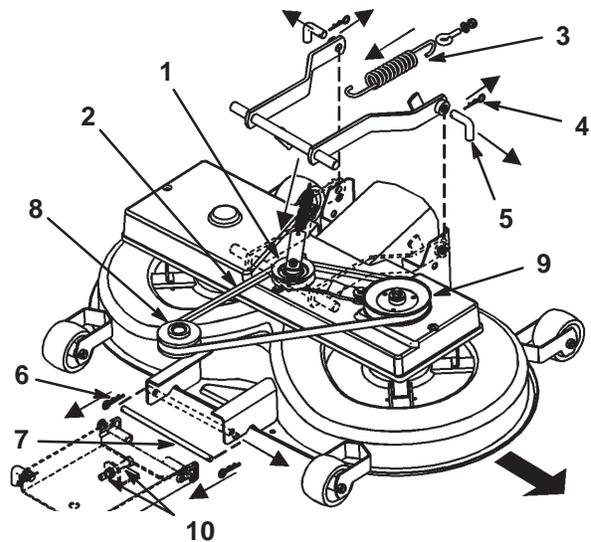

Bild 39
8. Ziehen Sie den Antriebsarm nach innen. Nehmen Sie den Keilriemen von der Scheibe ab (Bild 39).
9. Nehmen Sie die Feder vom Schalthebel ab (Bild 39).
11. Entfernen Sie die Splintclips von den zwei hinteren Stiften und nehmen Sie die Stifte ab (Bild 39).
12. Entfernen Sie den Splintclip vom vorderen Stift und nehmen Sie den Stift ab (Bild 39).
13. Entfernen Sie den Keilriemen von der Motorscheibe (Bild 39).
2. Entfernen Sie die Keilriemenscheibe und den Antriebsarm (Bild 39).
7. Drehen Sie den unteren Stift der Einstellung für die vordere Aufhängung in die untere Stellung der geschlitzten Löcher. Stellen Sie hierfür die 2 Mutter (M12) an der vorderen Aufhängung ein (Bild 39).